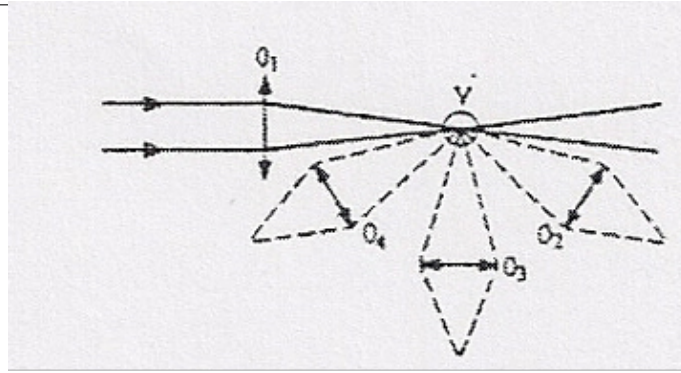

FIGURE 5 – Les trois positions pour collecter la lumière diffusée
- Observez le signal en rétrodiffusion, en diffusion avant et à 90° (figure 5)